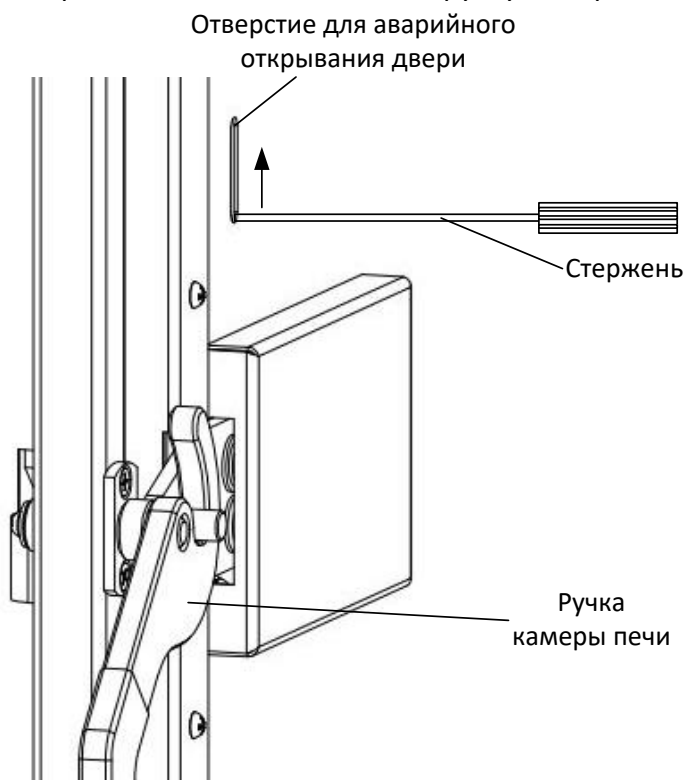

Рисунок 36 – Аварийное открывание двери камеры печи
4.11.2.2 Установить тонкую отвертку или металлический стержень до упора в нижнее положение отверстия для аварийного открывания двери (см. рисунок 36).